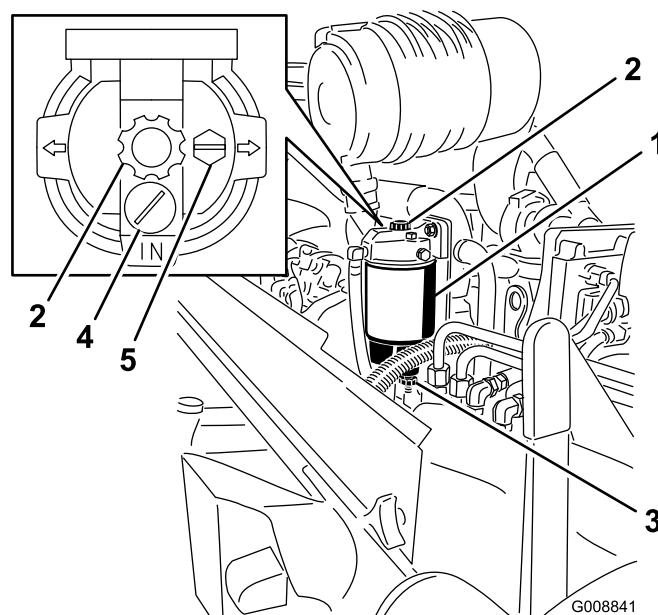

Figure 59
1. Placez un bac de vidange propre sous le séparateur d'eau (Figure 59).
2. Ouvrez le bouchon de vidange et actionnez la pompe pour vider les contaminants (Figure 59).
2. Vidangez une partie du carburant en desserrant le bouchon d'aération et en ouvrant le bouchon de vidange (Figure 59).